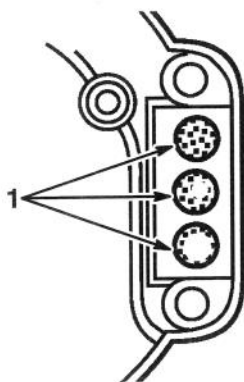

Figure 34
8. Faire tourner le vilebrequin lentement jusqu'à ce que les pistons couvrent les trous d'échappement (Fig. 34).